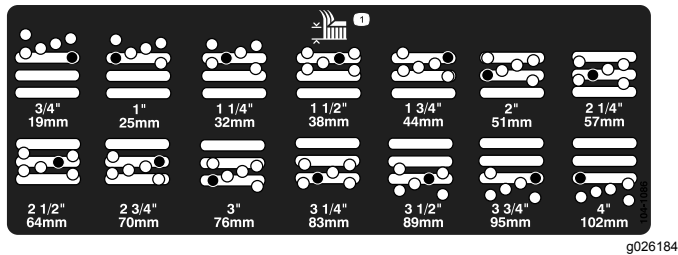

Bild 17
- Stellen Sie die Kammer auf die gewünschte Schnitthöhe ein und setzen Sie das Distanzstück im gewünschten Schnitthöhenloch und -schlitz ein (Bild 17).